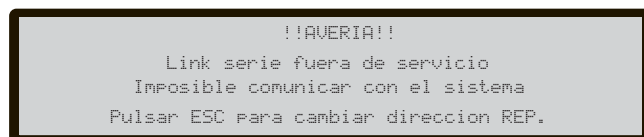

Figura 50 Pantalla "Conexión perdida con un repetidor".
En el primer encendido Repeater FC500REP, conectado a la central FC500, analizará la presencia de la dirección y su conformidad. Si la dirección es correcta, comenzará a funcionar, en caso contrario, pedirá que se introduzca una dirección nueva (ver Figura 50).
*Si por alguna razón, la dirección de un Repeater fuese cambiada por error, y el sistema envía el mensaje de error de la Figura 50, es posible cambiar la dirección del repeater en objeto presionando la tecla ESC.*